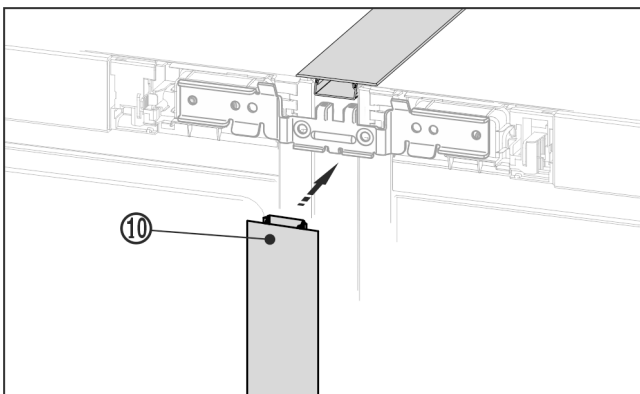

Fig. 23
- ▶ Aan de voorzijde de lange afdeklíjst Fig. 23 (10) in de verticale spleet drukken. Zorg ervoor dat de lijst op de verbindingssplaat rust.